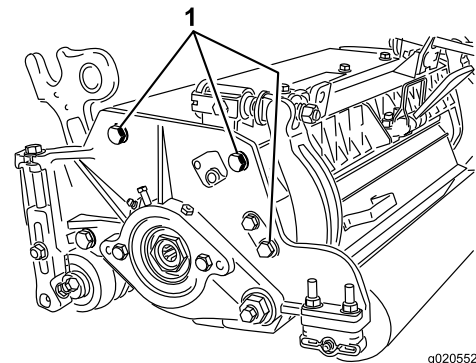

Figura 12
**Nota:** A posição entre o rolo traseiro e o cilindro é controlada pelas tolerâncias mecânicas dos componentes montados, não sendo necessário o alinhamento em paralelo. Podem ser efetuados determinados ajustes, colocando a unidade de corte na placa e desapertando as cavilhas de montagem da placa lateral (Figura 12). Ajuste e aperte os parafusos. Aperte os parafusos com 27 a 36 N·m.